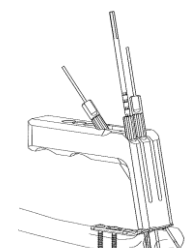

図20
- 20) 尺側の遠位ガイドピンスリーブを取り外し、遠位端用2.7中空ドリル(ST)にて、尺側よりイメージ下で背側皮質を突き抜けないよう、慎重にドリリングし適位にて止めます。(図20)